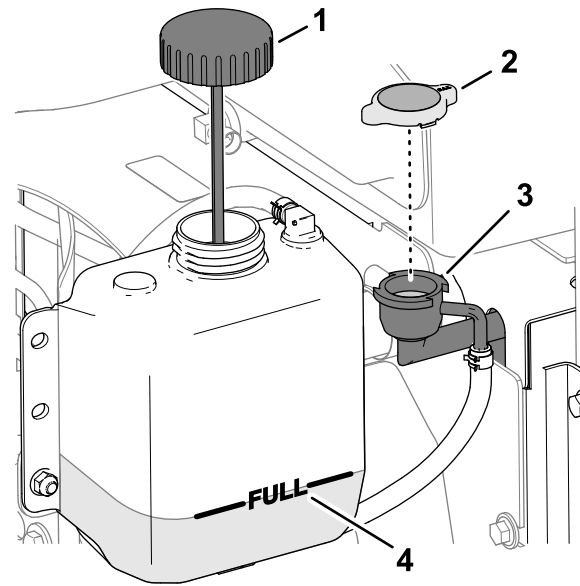

Figura 155
3. Îndepărtați cu atenție capacul radiatorului (Figura 155).
Notă: Nivelul lichidului de răcire este corect dacă atinge partea superioară a gâtului buonului radiatorului (Figura 155).